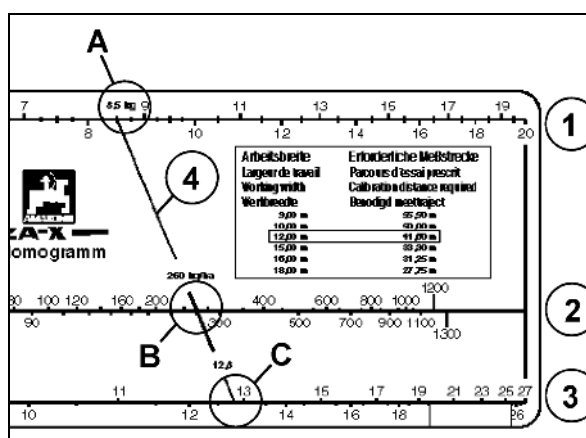

图 72
4. 在田地上精确量出校准距离。标出起点和终点（图 72）。